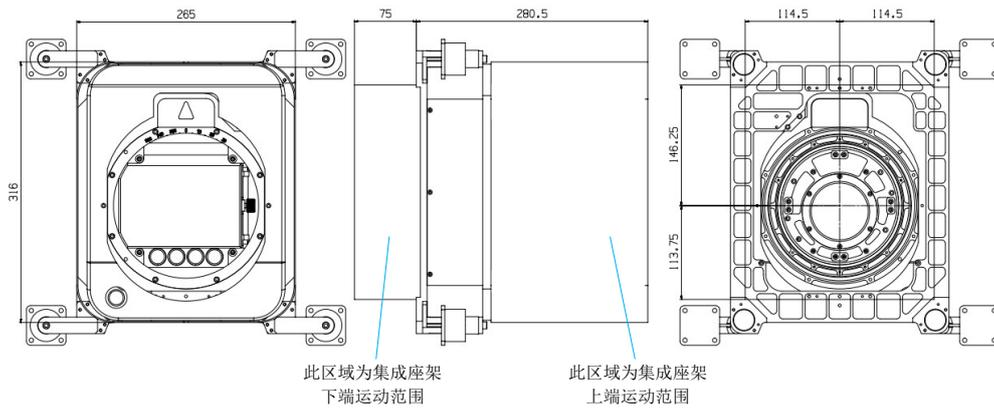

图 16 运动范围
- a) 轻型大面阵航摄系统在工作过程中，由于在横滚、俯仰和偏流三个方向都有转动运动，因此运动范围内如果出现其他物体则会发生机械干涉，导致设备外观损坏，影响作业效果，甚至会损坏系统内部的电子器件。运动范围如图 16 所示：